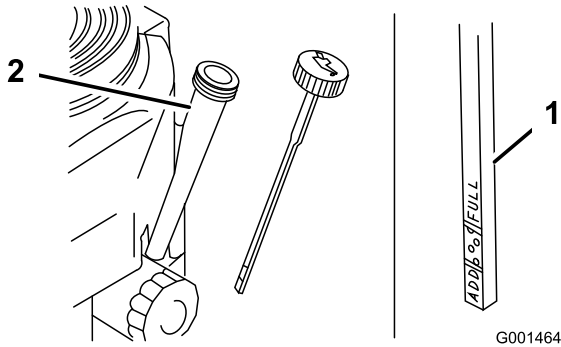

Figure 32
4. Nettoyez la surface autour de la jauge d'huile (Figure 32) pour éviter que des impuretés ne s'introduisent dans le goulot de remplissage, ce qui risquerait d'endommager le moteur.
5. Retirez la jauge d'huile et essuyez soigneusement son extrémité (Figure 32).
6. Remettez la jauge au fond du tube de remplissage, mais sans la visser (Figure 32).
9. Versez avec précaution environ 80% de la quantité d'huile spécifiée dans le goulot de remplissage (Figure 32).